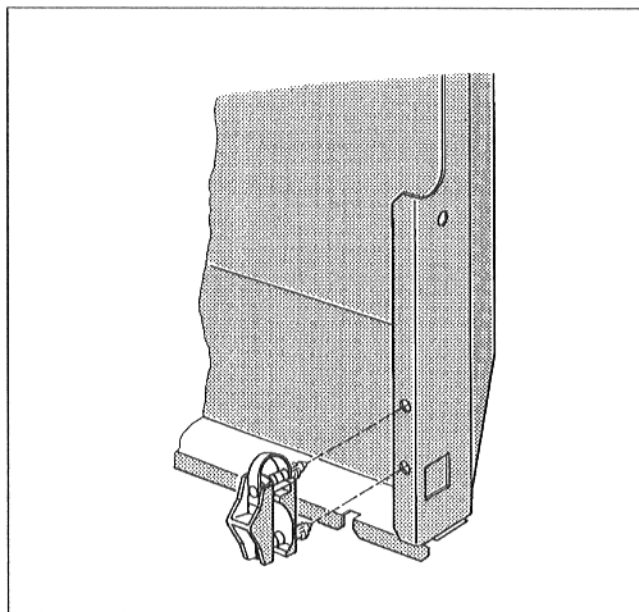

Рис. 10
- Вставить приспособление для разгрузки натяжения спереди справа или слева, в зависимости от положения дверцы горелки, чтобы оба штифта вошли в отверстия окантовки боковой стенки (Рис. 10).